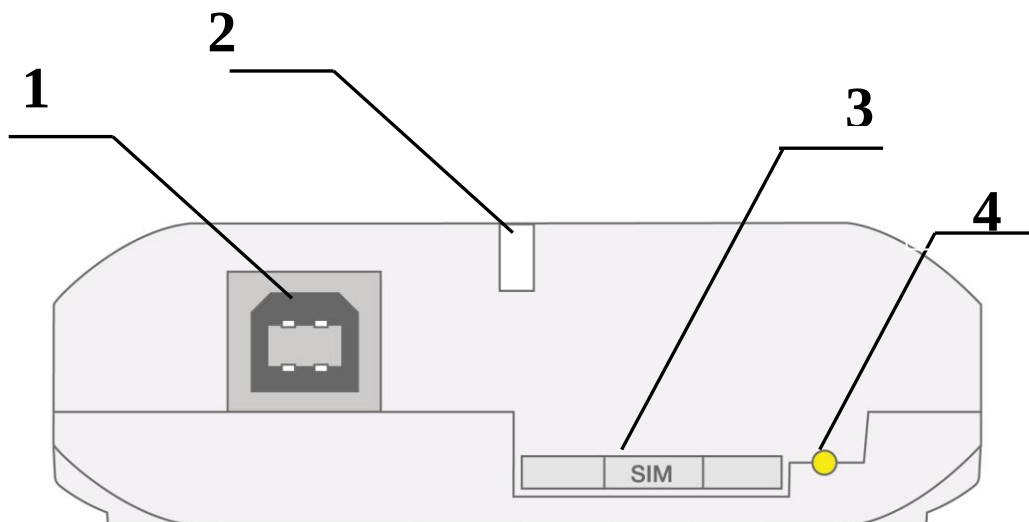
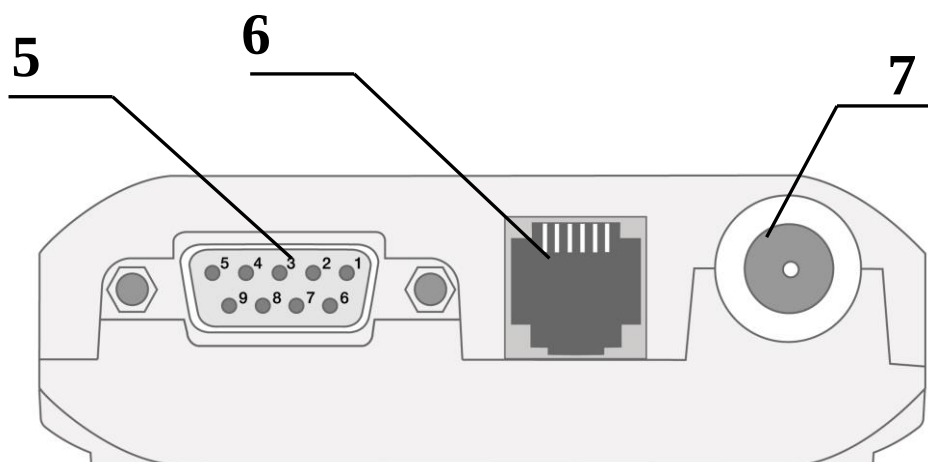

Рис. 2.1 Вид спереди
Рис. 2.2 Вид сзади
Модем iRZ TG42-232 представляет собой компактное устройство, выполненное в пластмассовом корпусе. Внешний вид представлен на рис. 2.1 и рис. 2.2:
- вынуть SIM-лоток, нажав кнопку выталкивателя SIM-лотка (рис. 2.1);